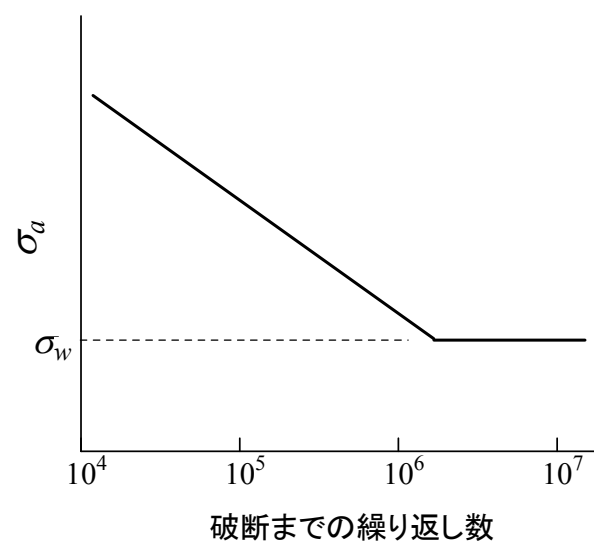

図6-2 炭素鋼疲労試験結果
- (2) 図6-2は炭素鋼の疲労試験の結果を示す模式図である。 σ_a と破断までの荷重繰り返し数の関係を示すこの図6-2の名称、図中に示した σ_w の名称をそれぞれ答えなさい。
- (3) σ_w と σ_m との間に一般的に認められる相関関係について説明しなさい。必要ならば図を用いてもよい。
- (4) 材料強度を定量化するための力学量としては応力が広く用いられるが、き裂を含む材料については応力を用いることは適切ではない。その理由を説明するとともに、き裂を含む材料の強度を定量化するための力学量を1つ挙げなさい。
(1)	σ_a : _____ , σ_m : _____
(2)	図6-2 : _____ , σ_w : _____
(4)	理由の説明: 力学量の名称: